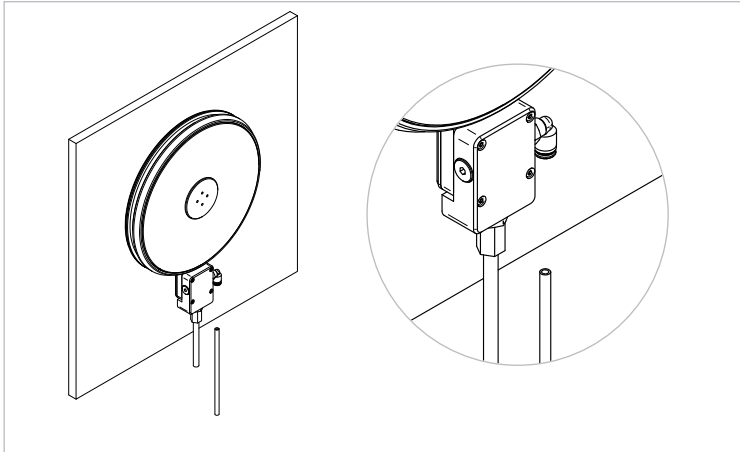

Abbildung 10: Anschluss optionale Druckluft
- Verwenden Sie dazu einen außenkalibrierten 6 mm Druckluftschlauch (Abbildung 10). Alternativ dazu können Sie auch ein anderes Fitting mit G1/8“ verwenden, falls ein anderer Schlauchdurchmesser gewünscht ist.